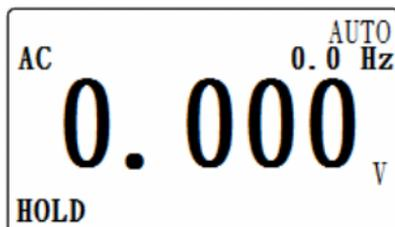

Imagen 2 (5-8)
- Mientras se tomen medidas, al pulsar la tecla HOLD (3-5, Imagen 1) el valor quedará fijado en pantalla y se mostrará en la esquina inferior izquierda el texto "HOLD" (según Imagen 2).